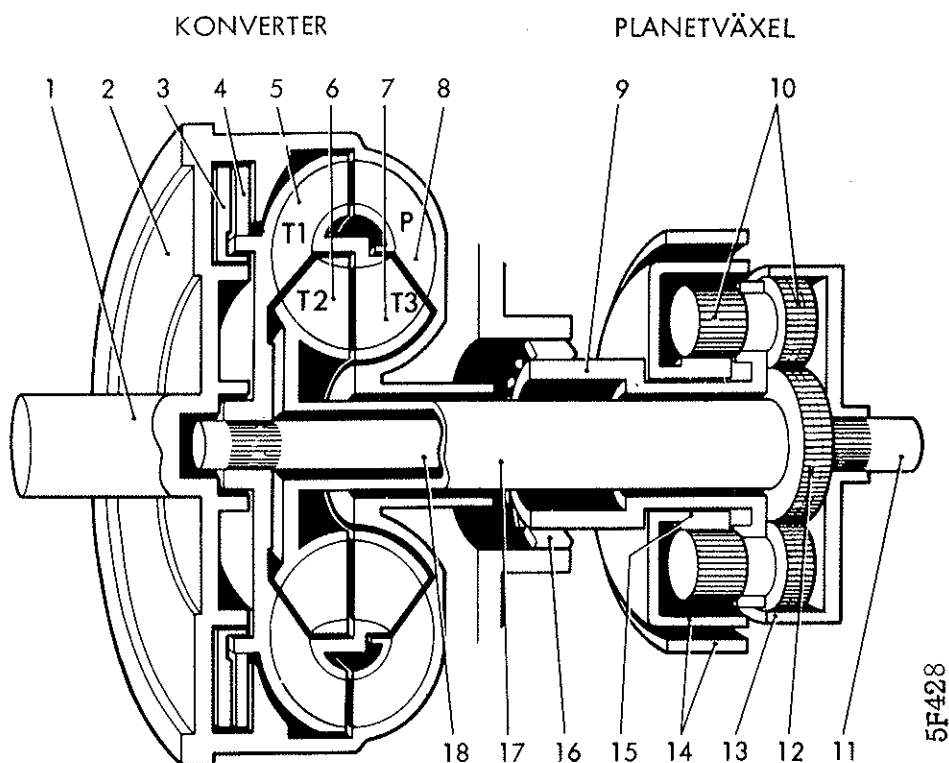
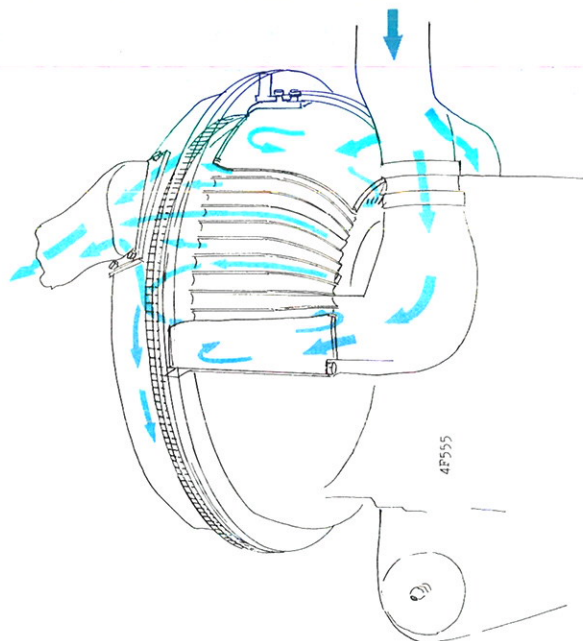
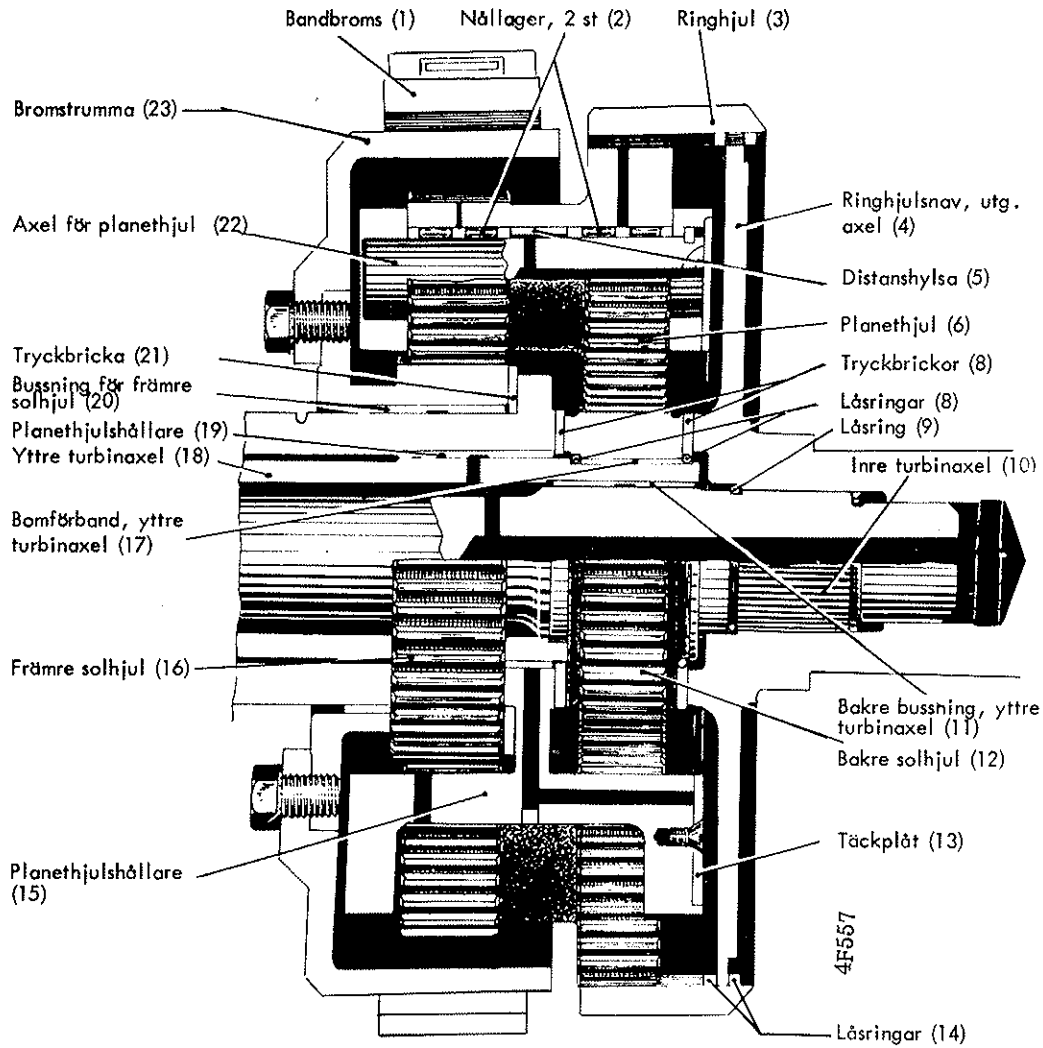

Bild 51. Automatväxellådans detaljer
Bild 54. Luftströmning vid konvertern
Bild 55. Planetväxel
Konvertern är en med olja arbetande hydrodynamisk momentomvandlare. Den tjänstgör både som koppling och som (hydraulisk) växel mellan motor och växellåda. Utväxlingen är beroende av varvtalsförhållandet mellan växellådans utgående axel och motorn. Utväxlingen är störst vid låga varvtalsförhållanden och minst vid höga. Vid motorns tomgång verkar dessutom konvertern som en slirkoppling. Konvertern består av följande huvuddelar, pumphjul 8 (bild 51) som samtidigt tjänstgör som hus för hela konvertern, 1:a turbinen—T 1 (5)—2:a turbinen T2 (6) samt 3:e turbinen T3 (7).
fugalkraften tvingas oljan ut i pumphjulets kupade skovlar. Dessa är så utformade att det första turbinhjulet T1 drivs i pumphjulets (P) rotationsriktning (medurs från drivsidan sett). När oljeströmmen lämnar T1 och träffar skovlarna på nästa hjul — T2 — har den fått sådan riktning att detta hjul drivs runt i motsatt riktning (moturs). T2 kallas därför motrotationsturbin. Även vid passerandet av T2 vänds oljeströmmen så att det sista turbinhjulet T3 — träffas av oljan i samma riktning som T1. Turbinerna T1 och T3 drivs alltså båda medurs och har därför förbundits med varandra. T1 är kopplad till den inre turbinaxeln, T2 till den yttre bild 51. På utsidan är konverterpumphjulet försett med flänsar vars uppgift är att kyla den olja konvertern arbetar med. Flänsarna tjänstgör både som fläktskovlar och kylfenor. Hur luftcirkulationen är anordnad visas på bild 54.
Turbinaxlarna är som framgår av bild 51 förbundna med planetväxellådan. Denna kan konstruktionsmässigt beskrivas som en planetväxel bestående av solhjul 12 (bild 55), planethjul 6, planethjulshållare 15 och ringhjul 3. Planethjulen är förlängda och försedda med två skilda kuggbanor. Främre kuggbanan står i ingrepp med ett främre solhjul 16. Yttre turbinaxeln är medelst bomförband förbunden med bakre solhjulet. På samma sätt är ringhjulet förbundet med den inre turbinaxeln. De förlängda planethjulen är lagrade i planethjulshållaren medelst nållager, anordnade såsom framgår av bild 55.
Bromstrumman 23 (bild 55), är fäst vid främre solhjulet. Runt bromstrummans yttre periferi finns en bandbroms 1. Denna kan ansättas av en manöverservo, som är placerad på växellådans högra sida. Ansättningen sker helt automatiskt genom kontrollsystemets försorg.